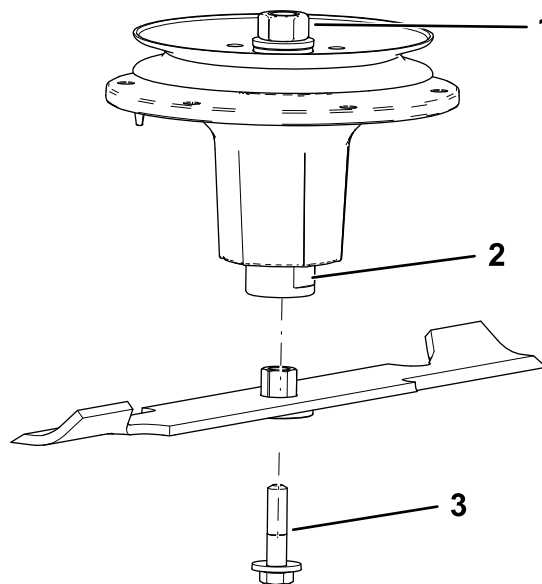

**Figura 110**
1. Montate la boccola attraverso la lama con la flangia della boccola sul lato inferiore (erba) della lama (Figura 110).